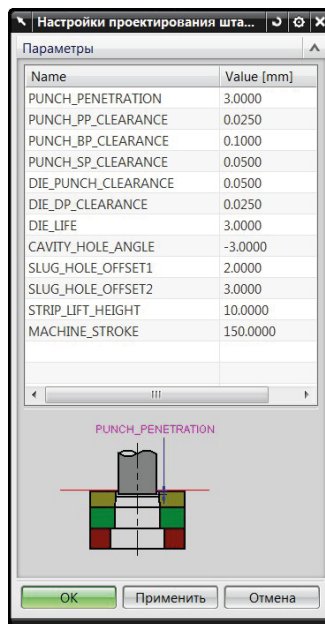

Рис. 7.13. Окно диалога «Настройки проектирования штампа»
3. Нажмите кнопку **Настройки проектирования штампа**. Выставьте параметры оборудования и величину зазоров как показано на рис. 7.13.